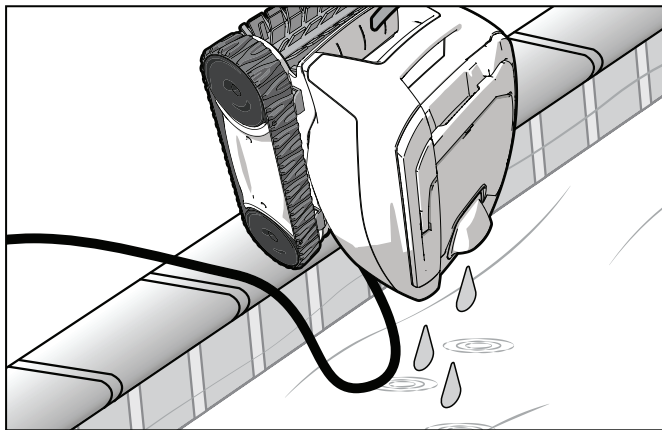

Figure 8. Écoulement de l'eau du nettoyeur
3. Tenez le nettoyeur à la verticale au-dessus de la surface de la piscine pour laisser l'eau s'écouler avant de le retirer (Figure 8).